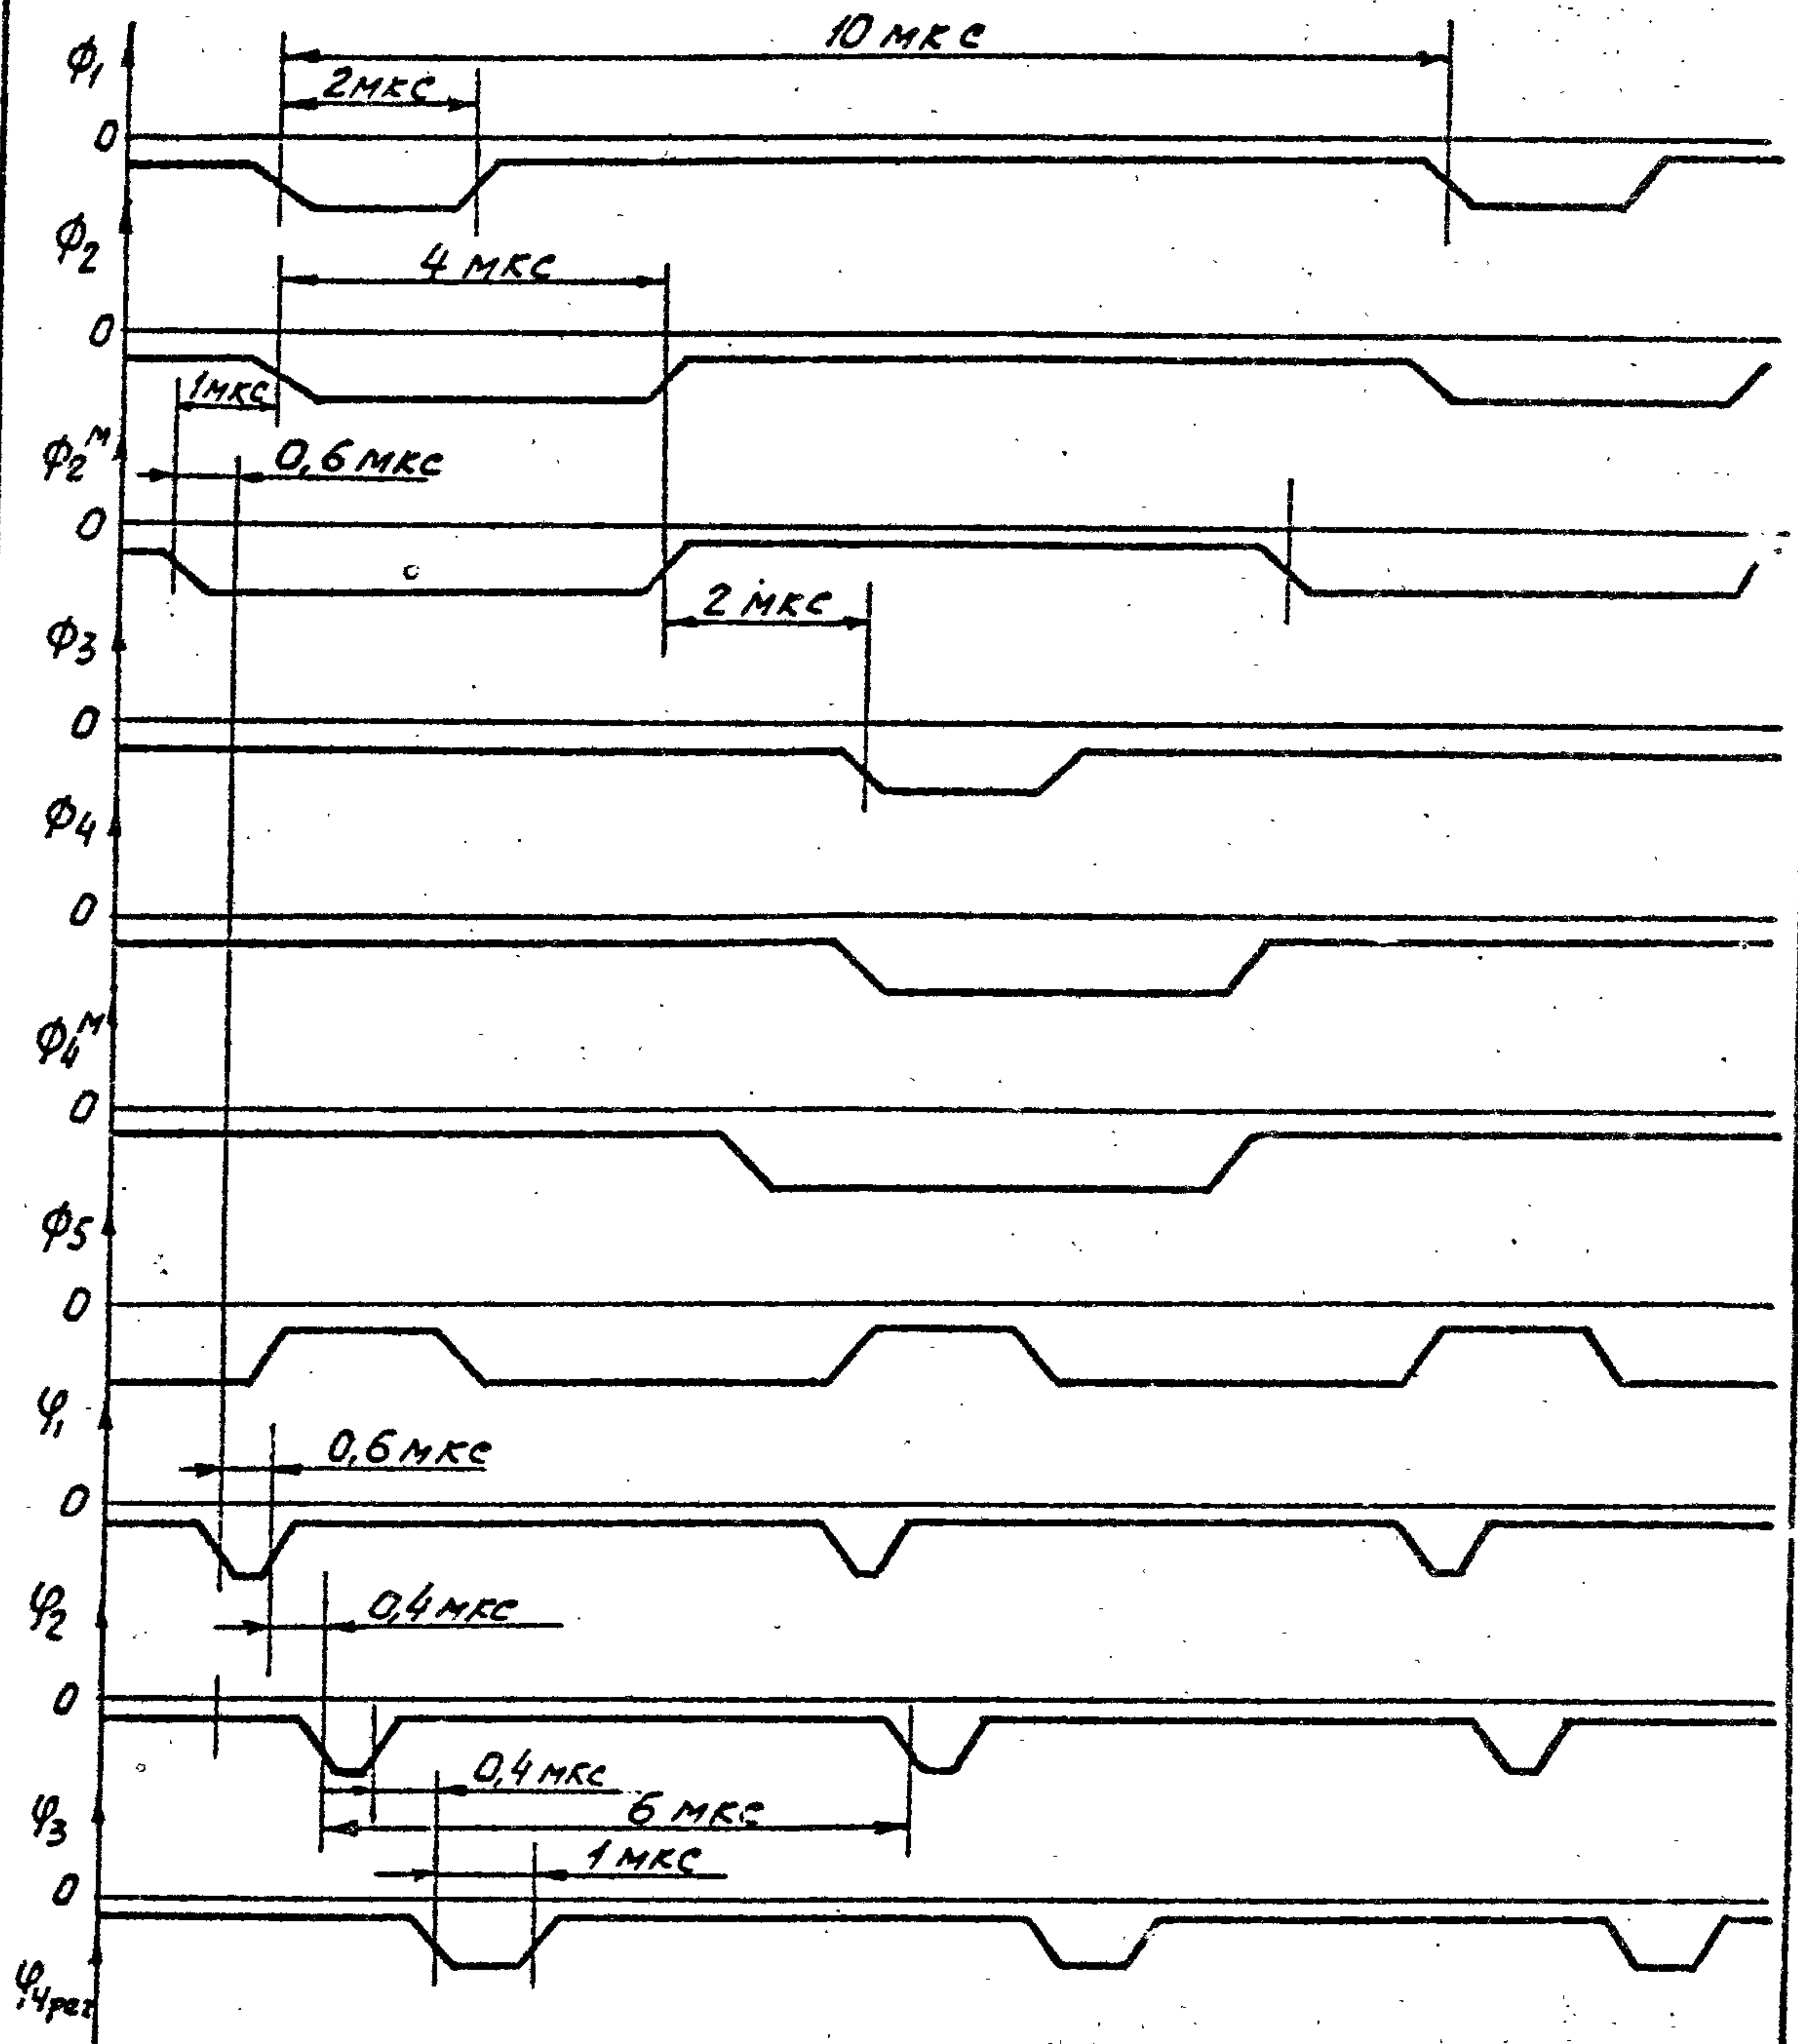

Рис. 20. Временная диаграмма БИС 7090.
7.8.6. Временная диаграмма импульсов, выдаваемых БИС Г090, представлена на рис.20.